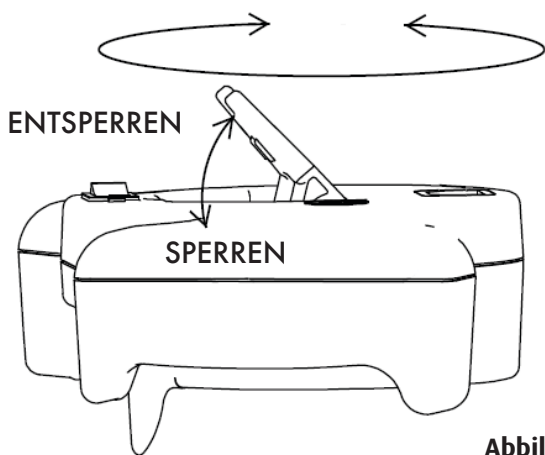

Abbildung 5
2. Stellen Sie den Winkel ein, indem Sie die Kopfindexverriegelung nach oben drehen (Abbildung 5). Bringen Sie den Griff in die gewünschte Position (180 Grad Gesamtdrehung).